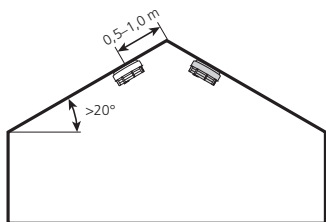

Abb. 1
- von über 20° mindestens 0,5 m und bis maximal 1 m von der Deckenspitze entfernt an die Decke/das Dach montiert werden. Siehe Abb. 1 und 2.